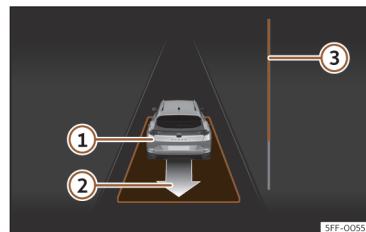

Fig. 154 No ecrã do painel de instrumentos: sair do estacionamento de um lugar em paralelo.
- Retroceda até soar o sinal contínuo do ParkPilot; **OU**: faça marcha-atrás até aparecer a indicação de fazer marcha à frente no ecrã do painel de instrumentos. A barra de progresso >>> **Fig. 154**  indica a distância a percorrer.